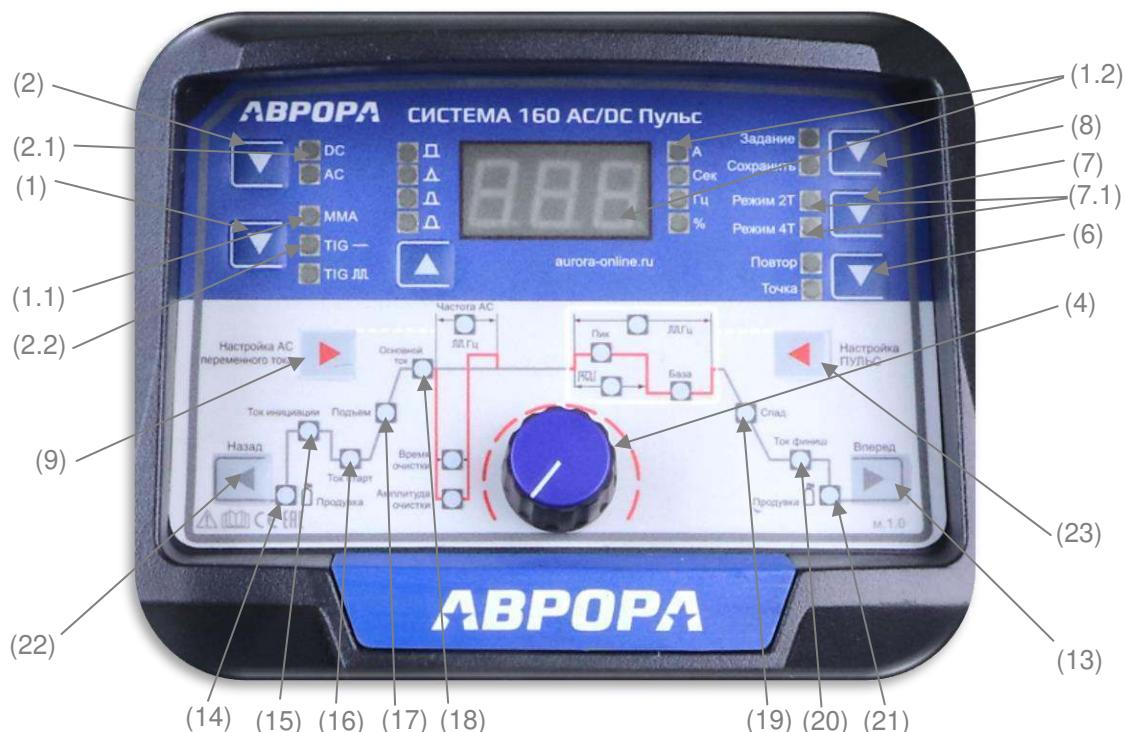

Рис. 4 Фото передней панели
3. Нажмите на кнопку (1) (Рис. 4) «Выбор вида сварки». Когда загорится индикатор «MMA» (1.1), аппарат перейдет в режим ручной дуговой сварки электродом. На параметрической кривой (циклограмме) будет активен индикатор (18) «Основной ток». Дисплей покажет значение текущего тока в Амперах (1.2).
4. С помощью ручки настройки параметров (4), установите значение сварочного тока.
3. Нажмите на кнопку (2) (Рис. 4) «Выбор рода тока». Когда загорится индикатор «DC» (2.1), аппарат перейдёт в режим аргонодуговой сварки на постоянном токе.
4. Нажмите на кнопку (1) «Выбор вида сварки», чтобы загорелся индикатор «TIG -» (2.2).
5. Нажмите кнопку настройки параметров (13) «Вперёд» или (22) «Назад», выберите